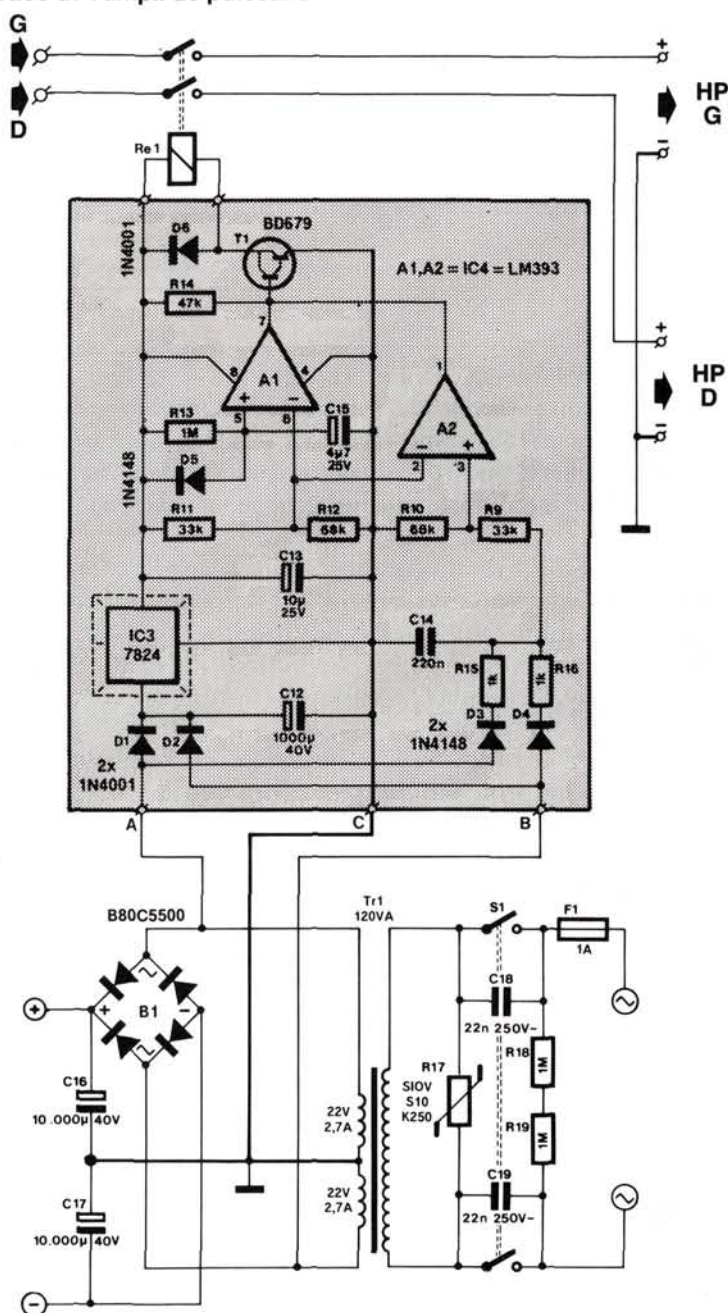
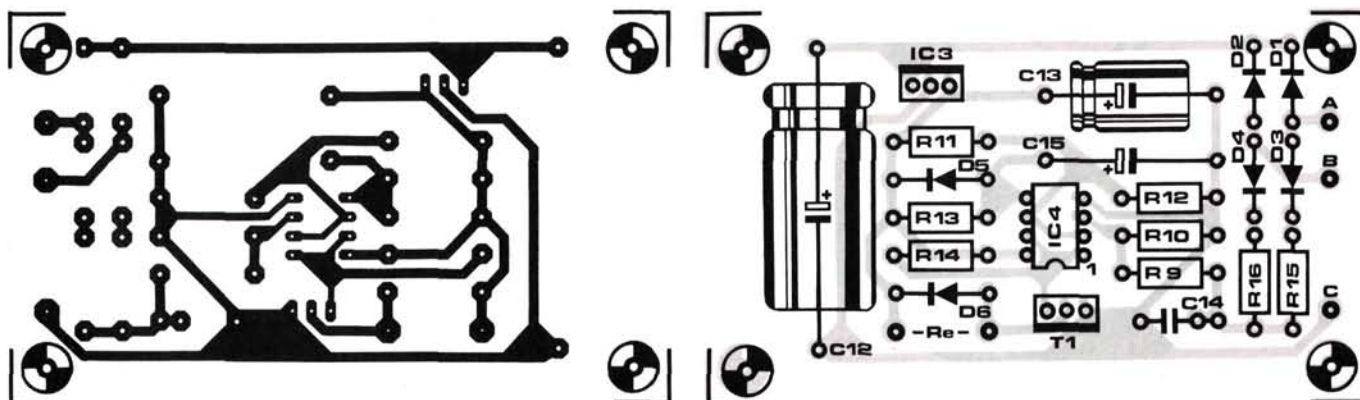

Figure 1 - Le schéma de principe du temporisateur et le schéma de raccordement à l'amplificateur.
Figure 2 - Les dimensions de la platine permettent de l'installer dans tout amplificateur de puissance.
**Figure 1 - Les lignes blanches de cette photo truquée donnent une idée de la forme de l'espace d'où proviennent les ondes sonores que capte le microphone. Le microphone est un modèle directif qui prend le son de toutes les directions, et dit pour cela omnidirectionnel. Sa caractéristique est donc sphérique.**
Un amplificateur ou préamplificateur permet de choisir le signal qui sera appliqué au potentiomètre de volume et à l'étage de sortie : platine tourne-disque, radio, magnétophone. Si vous enregistrez un disque sur bande magnétique ou sur cassette, vous pourrez écouter le résultat tel qu'il est enregistré à deux conditions : le magnétophone doit être muni de trois têtes et le signal de la troisième tête doit pouvoir être appliqué directement à l'étage de sortie (voir la **figure 1**). C'est valable aussi si vous voulez copier d'un magnétophone sur l'autre. Si votre amplificateur n'a pas de position *monitor*, et que vous ne pouvez pas y raccorder deux magnétophones en même temps, il vous faudra un peu d'astuce.
La solution est assez simple, elle repose sur le circuit entièrement passif de la **figure 2**. Il suffit de deux commutateurs rotatifs, de trois embases DIN à 5 pôles et d'un coffret métallique pour loger le tout. Le montage permet de restituer le signal de l'un des deux magnétophones et d'enregistrer le signal de l'amplificateur (source). Que demander de plus ?
La figure 2 utilise les termes anglais parce qu'ils sont les plus répandus, même sur les quelques appareils de fabrication française. Voici ce qui se passe avec les commutateurs dans la position illustrée par la figure 2 : le signal de sortie du premier magnétophone (TAPE 1) est appliqué à l'entrée (MONITOR) de l'amplificateur. Simultanément, on peut enregistrer avec l'autre magnétophone (TAPE 2) le signal délivré par le préamplificateur (SOURCE), par exemple celui du tourne-disques.
Pour ce qui est de la connexion à l'amplificateur, pas de problème s'il est muni d'une prise *monitor*. Sinon, il faudra en installer une. Ce n'est pas très difficile si vous examinez le schéma de la figure 1. Vous interrompez les liaisons (marquées « X ») du potentiomètre de volume et les remplacerez par les liaisons marquées « \* ». Le schéma ne représente qu'une voie,
Figure 1 - Un amplificateur « normal » correspond à la configuration marquée « X » (= ancien). Le magnétophone y est traité comme les autres sources de signaux, commutées par le sélecteur du préamplificateur. Les amplificateurs un peu plus élaborés ont une position *monitor* qui permet d'aiguiller vers le magnétophone les signaux du préamplificateur, alors que l'amplificateur de puissance reproduit le signal de la bande en cours d'enregistrement. Si votre amplificateur n'a pas de prise *monitor*, il faudra en installer une pour raccorder le commutateur de magnétophones.
Figure 2 - Le commutateur de magnétophones est entièrement passif : il ne se compose que de commutateurs et de prises DIN logés dans un coffret métallique. Le schéma ne représente que la voie gauche d'un montage stéréophonique.
La partie grisée de la figure 1 représente le schéma de notre temporisateur. Le reste se trouve déjà dans l'amplificateur, avec des variantes suivant la marque et le modèle. Il s'agit de l'alimentation de l'appareil, qui servira aussi à notre temporisateur.
La construction sera facilitée par le dessin de circuit imprimé de la figure 2. Cette platine porte tous les composants, à l'exception du relais. Il doit\*\* avoir une bobine prévue pour 24 V et deux contacts capables de conduire 5 A. Le régulateur IC3 sera muni d'un petit radiateur. L'alimentation de la figure 1 n'est pas à construire, c'est celle de l'appareil à équiper et elle n'est là que pour indiquer le
Figure 1 - Le tuyau de 15 mm de diamètre fait office de contre-poids. On y a fait couler du plomb sur environ 5 cm de hauteur. Ce tuyau lesté de plomb vient s'enfiler sur les quelques centimètres de tube de l'autre partie du balancier, celle qui porte la tête de la lampe et qui traverse la pièce en T juste assez pour que l'assemblage soit solide.
Le coffret métallique qui tient lieu de socle contient le transformateur, l'embase du pied articulé et deux blocs de plomb, le tout monté sur une plaquette en bois assez épaisse. Le fait de pouvoir modifier la position du pied en fonction des besoins de lumière est l'une des caractéristiques les plus attrayantes de cette lampe. L'embase est un bloc de bois dans lequel ont été percés deux trous où vient se loger le tube coudé qui forme le pied (ou l'avant-bras). Vous pouvez, si vous en avez la patience, rajouter un dispositif de blocage afin de limiter l'amplitude des mouvements du pied. Un des procédés utilisables consiste à placer des brides\*\*\* (garrots) à vis (deux ou trois) fortement serrées sur le tube entre les deux flasques de l'embase, en les disposant de telle sorte que les têtes des vis des brides viennent buter contre le socle en un point approprié. C'est simple, comme le montre le croquis de la figure 1, mais si vous n'avez pas de brides-garrots sous la main, vous n'aurez aucune peine à trouver d'autres astuces pour bloquer le pied.
Le bras de la lampe est constitué de deux types de tuyaux, l'un de 12 mm, l'autre de 15 mm de diamètre, articulés comme indiqué sur le croquis. Inutile d'entrer dans les détails, la figure 1 en donne largement assez. Pour ce qui est des finitions (peinture, vernis...), à vous de briller par vos trouvailles. Une chose est sûre, c'est que si vous désirez que la lampe éclaire bien, il faut la munir d'un réflecteur.